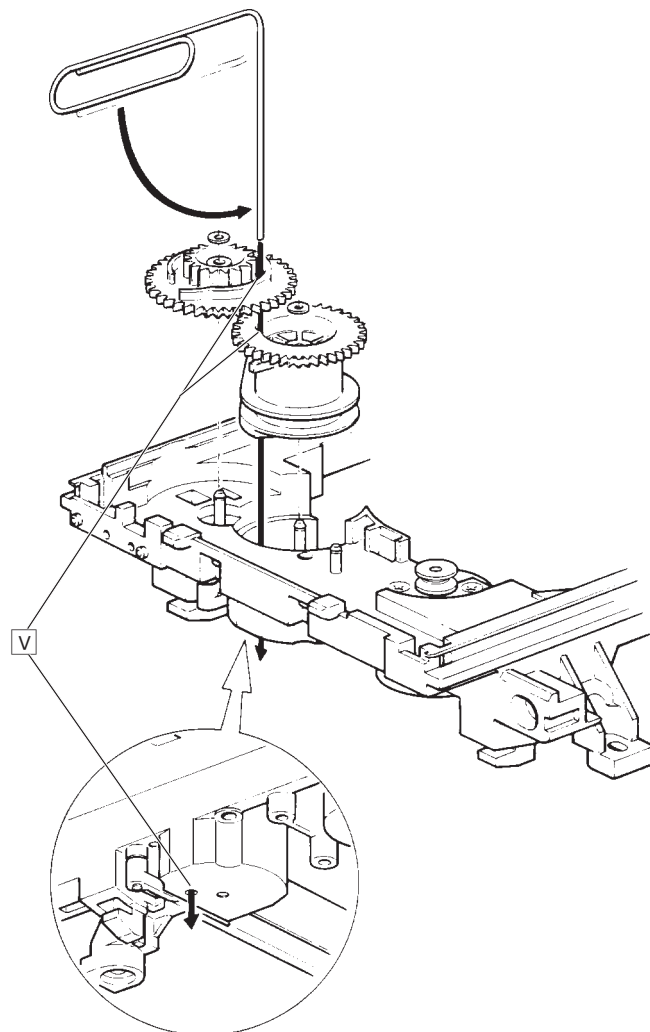

Fig. 32
- Beim Einbau müssen die Markierungslöcher **V** (Fig. 32) zur Dekkung gebracht werden (Büroklammer!).
- When reassembling the marking holes **V** (Fig. 32) must be made congruent (paper clip!).